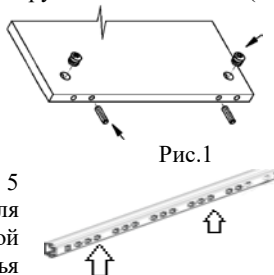

Рис.1
- Оснастить детали комода поз. № 2, 2', 4 и 5 шкантами деревянными, вставив их в просверленные отверстия соответствующего диаметра, оставив снаружи не более 12 мм (Рис. 1) (**Внимание! Категорически запрещается забивать шканты в крышку стола!**).
- Оснастить крышку стола поз. №1 эксцентриками, вставив их в просверленные отверстия соответствующего диаметра (Рис.1).
- В обратную сторону фасада поз.№8 вкрутить винты стяжки эксцентриковой (Рис.1).